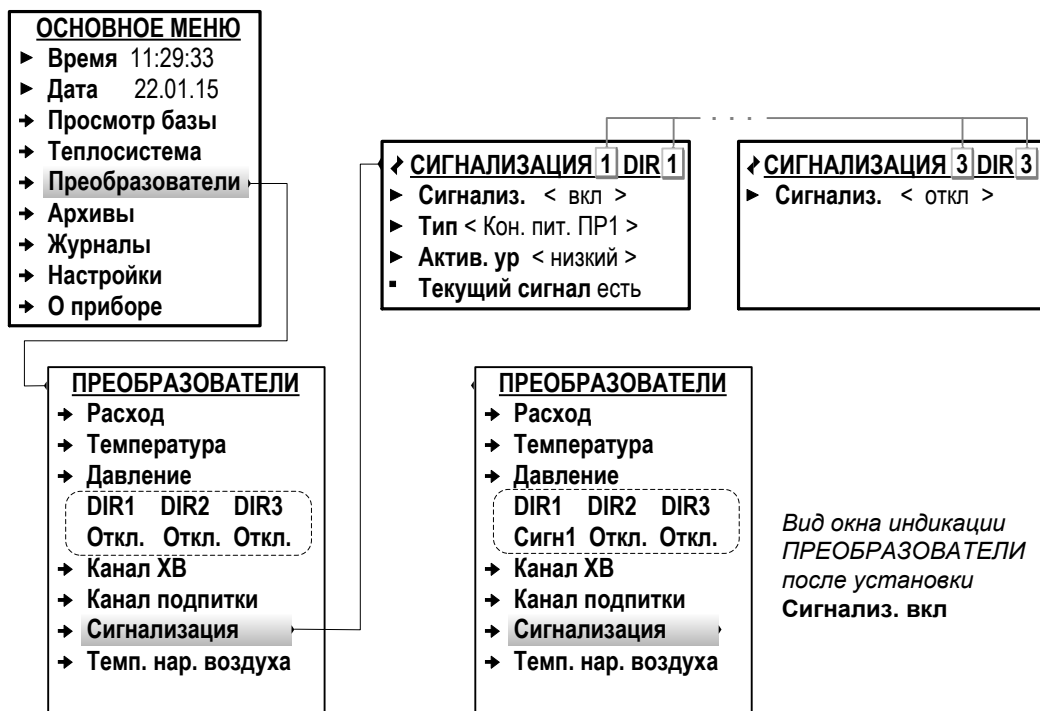

Рис.27. Вид меню настройки входов «Сигнализац.» (режим СЕРВИС).
7.5.3.2. Вид меню **Преобразователи / Сигнализац.** для настройки входов DIR1, DIR2, DIR3 приведен на рис.27. Меню настройки становится доступным после установки значения **вкл** для параметра **Сигнализ.**